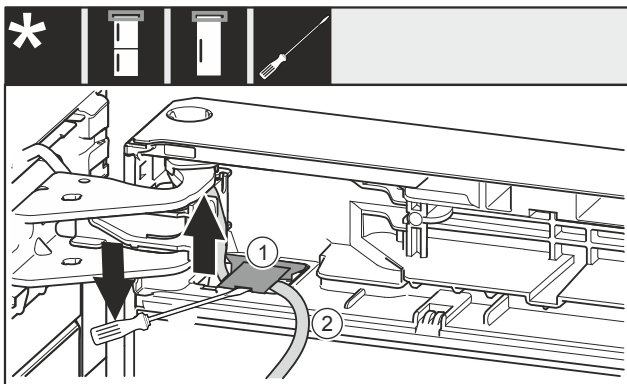

Fig. 25
► Emelje meg a fedelet lapos csavarhúzóval Fig. 25 (1), és húzza ki.
► Húzza ki a kábelt Fig. 25 (2).